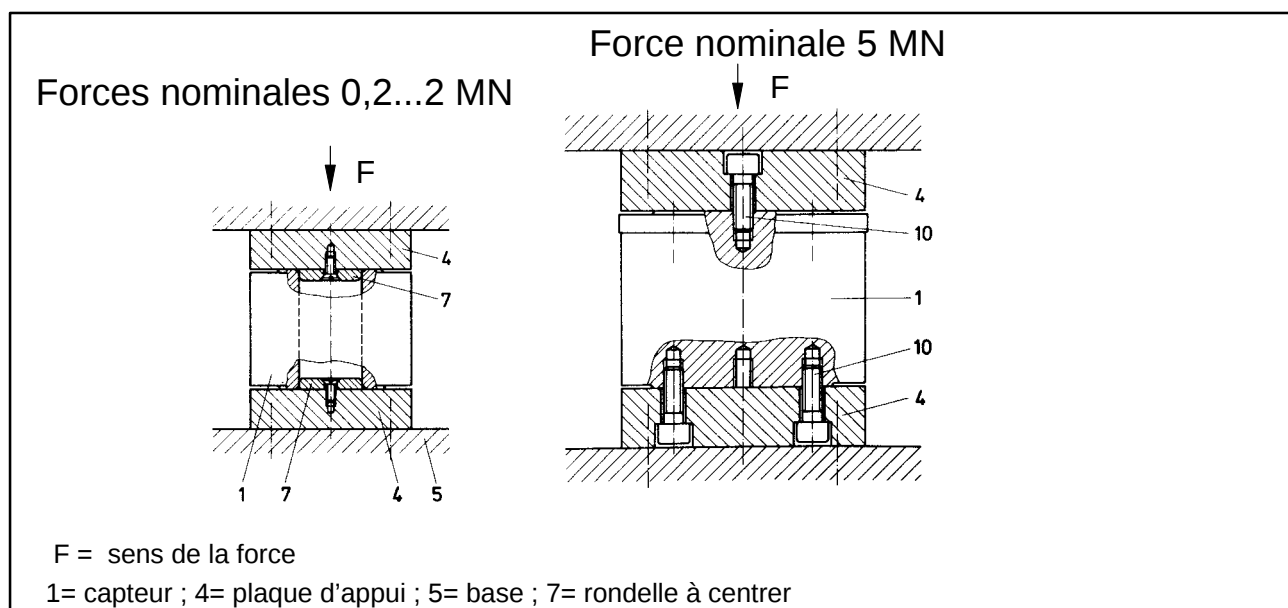
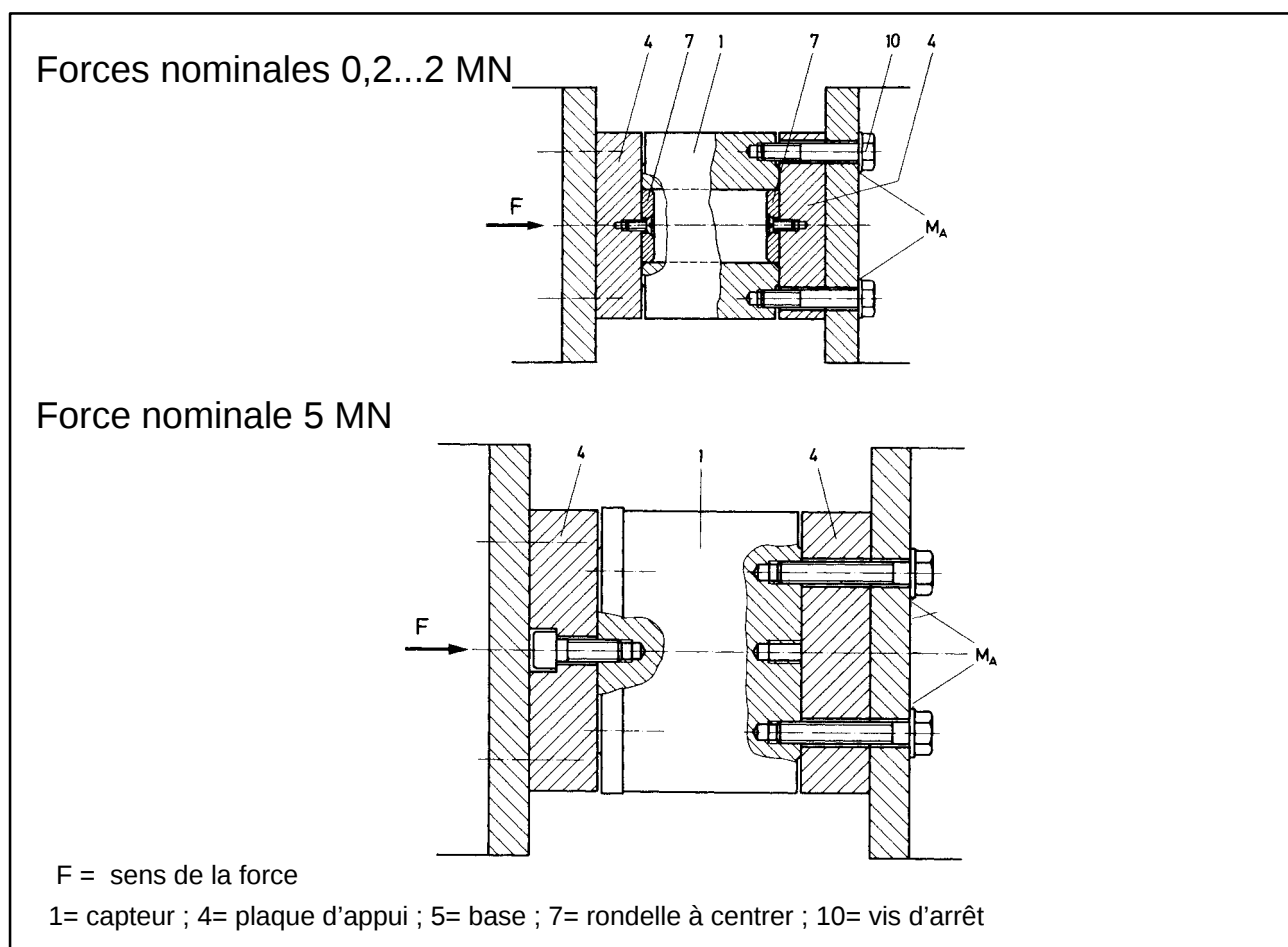

Abb. 5.15:Sens de la force vertical
Abb. 5.16:Sens de la force horizontal
Ce type de montage (Abb. 5.15 et Abb. 5.16) est réalisable si l'introduction de force est centrée et si aucune force transversale n'intervient.
Il convient, lors de la planification du montage, de considérer que les plaques d'appui (4) (cf. Abb. 5.15 à Abb. 5.18) sont trempées ($HR_{C42...46}$) et ont subi une rectification à faces planes et parallèles (planéité $\pm 0,02$ mm; épaisseur minimum cf. tableau ci-dessous). La base doit être suffisamment inflexible. Pour centrer les capteurs de charges nominales ≤ 2 MN, il est recommandé d'utiliser des rondelles à centrer (7) (cf. Abb. 5.15 à Abb. 5.18). Les dimensions exactes de ces rondelles doivent correspondre à celles des rondelles à centrer des boutons de charge (chapitre 8.2). Si le capteur est fixé au moyen de vis d'arrêt (10) (cf. Abb. 5.15, Abb. 5.16 et Abb. 5.18), veiller lors du serrage des vis à ne pas dépasser le couple de serrage maximal M_A donné dans le tableau ci-dessous.